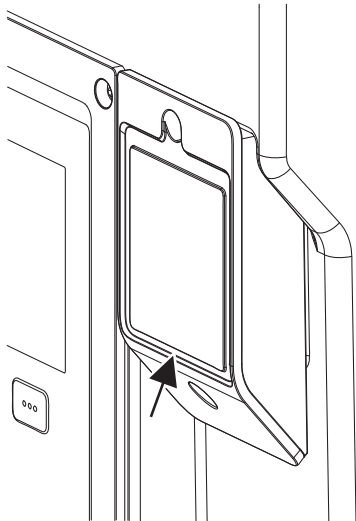

Fig. 32: Κάλυμμα για στοιχείο BT Wilo-Smart Connect
1. Ξεβιδώστε τη βίδα του καλύμματος στοιχείου Wilo-Smart Connect (Fig. 32) και ανοίξτε το κάλυμμα.
Λόγω του σχεδιασμού το στοιχείο BT Wilo-Smart Connect μπορεί να τοποθετηθεί μόνο σε μία ευθυγράμμιση. Δεν είναι δυνατή περαιτέρω στερέωση του ίδιου του στοιχείου. Το κάλυμμα στοιχείου Wilo-Smart Connect (Fig. 32) στο επάνω τμήμα της ηλεκτρονικής μονάδας κρατάει τη μονάδα σταθερή μέσα στη διεπαφή.